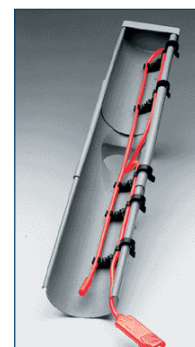

Рис. 1 Подведенный желоб
Водосточные горизонтальные желоба могут быть подвесными (подведенными) или настенного типа, когда водоотбойник находится на самой кровле. (рис. 1, 2.)
1. Один или несколько кабелей укладывают по прямой линии вдоль трубы. Рис. 1, 2;